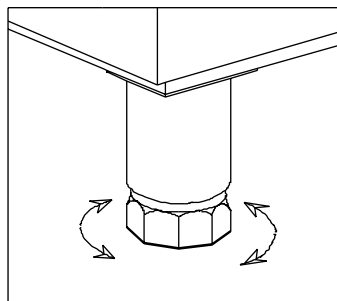

Fig. 2
- c) Nivelar y regular la altura del aparato (Fig. 2).